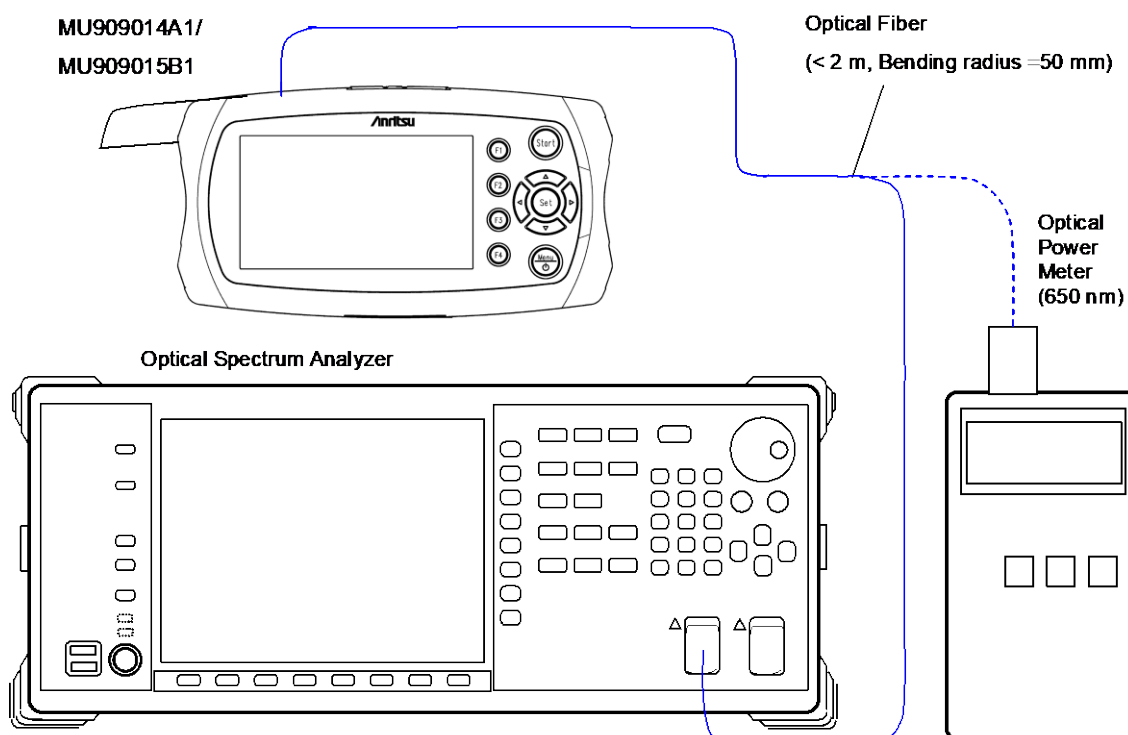

図11.1.8-1 光パワーレベルとVFLテストの波長の接続図
1. 機器を図11.1.8-1のとおりに接続します。
8. 図11.1.8-1のとおりに光パワーメータに本器の VFL 出力を接続します。